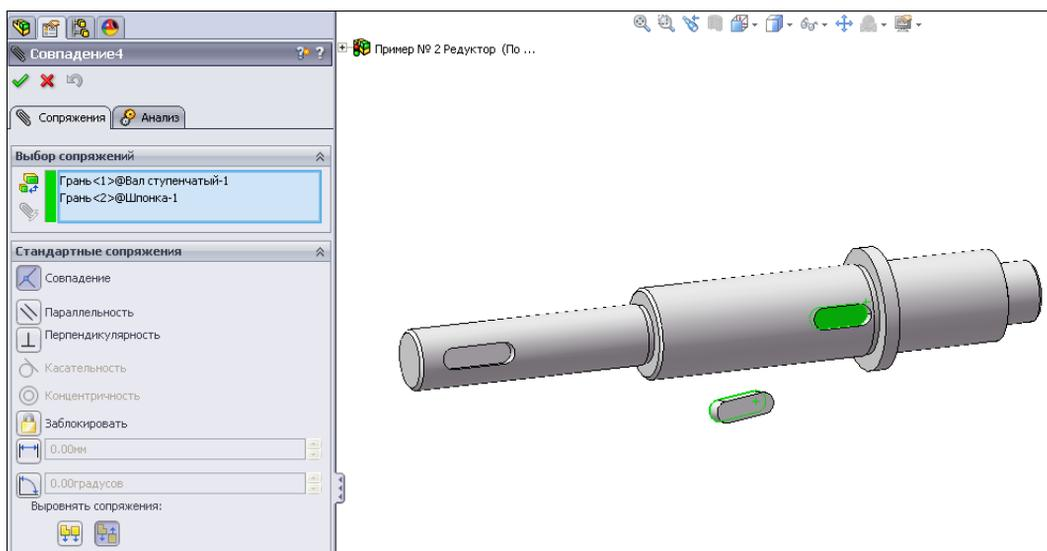

Рис. 6.30
- Сначала поместим шпонку в шпоночный паз ступенчатого вала. Для этого нажмем кнопку  — **Условия сопряжения**. В окне **Сопряжения** укажем первое сопряжение шпонки и вала — **Совпадение** (рис. 6.30).